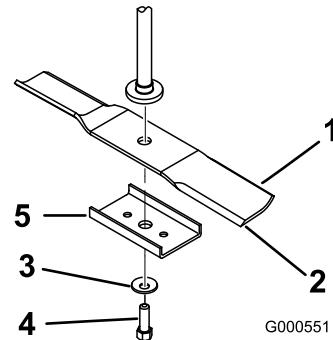

Figure 45
2. Enlevez de l'axe le boulon de lame, la rondelle bombée, le renfort de lame et la lame (Figure 45).
1. Placez la lame sur l'axe (Figure 45).
2. Montez le renfort, la rondelle bombée (face concave vers la lame) et le boulon de lame (Figure 45).